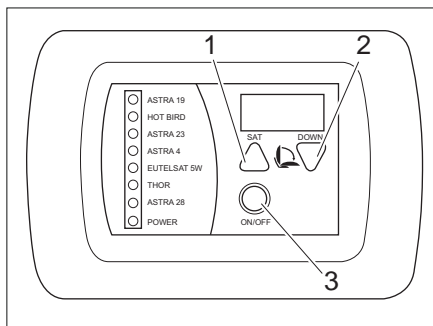

Fig. 39 Menu utente pannello di controllo (variante 1)
- Accendere l'impianto satellitare premendo il tasto ON/OFF (Fig. 39,3) (il pannello di comando è fissato sul lato interno sinistro della porta di ingresso).
- Premere ripetutamente il tasto SAT (Fig. 39,1) per selezionare un satellite ed avviare la ricerca automatica delle emittenti.
- Premere il tasto Down (Fig. 39,2) per chiudere l'impianto satellitare.
- Premere il tasto ON/OFF (Fig. 39,3).